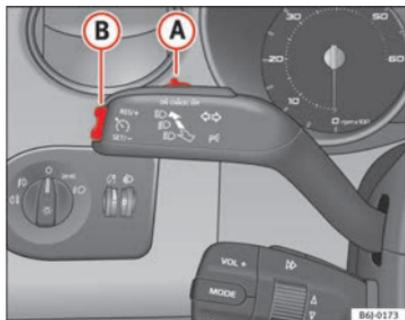

Fig. 113 Levier des clignotants et des feux de route : commande et touche basculante pour régulateur de vitesse
- Lorsque la vitesse à mémoriser est atteinte, appuyez une fois brièvement sur la partie inférieure de la commande à bascule **SET** ⇒ fig. 113 **(B)**.